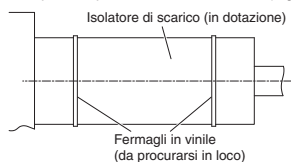

Fig. 3-10
- (2) Dopo avere verificato il drenaggio, avvolgere il tubo con la guarnizione e il materiale isolante forniti in dotazione, bloccandolo quindi in posizione con le fascette. (Fig. 3-10)